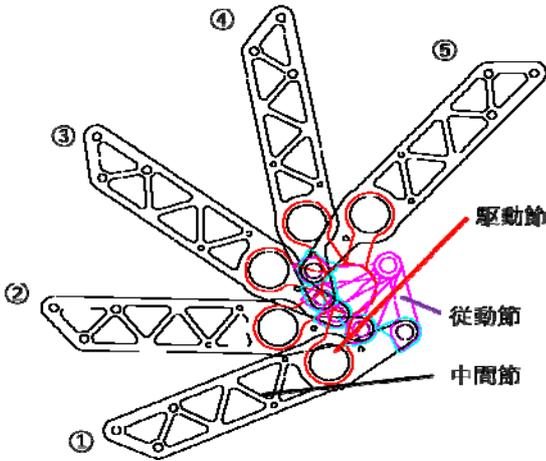

図6 アームの動き
アームでの攻撃の際には図6に示すように①～⑤の順で動作する。駆動節と中間節との接続は回転軸を有している。